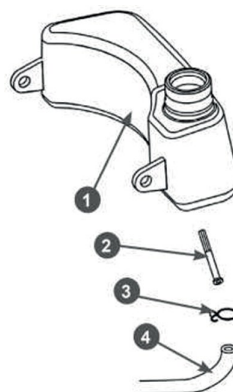

Рис. 23. Обслуживание топливного фильтра
- 3..Снимите хомут 3 топливного шланга и снимите шланг 4 со штуцера топливного бака 1 (Рис. 23).
- 5.Извлеките из топливного шланга 4 топливный фильтр 2 (Рис. 23).